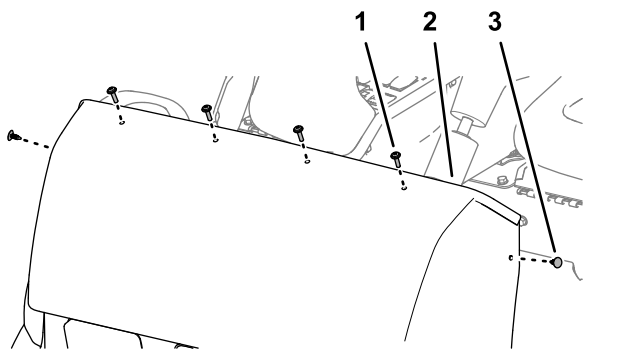

Bild 140
2. Befestigen Sie die Motorhaube mit zwei Eindrückbefestigungen an der Armaturen Brettstütze (Bild 140).
3. Befestigen Sie die Haube mit vier Kreuzschlitzschrauben ($\frac{1}{4}$ " x 1") an der Armaturenbrettstütze (Bild 140).